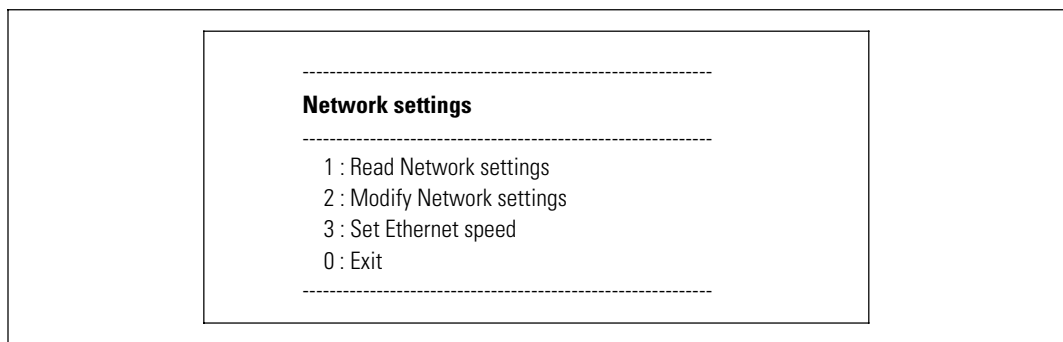

図 9. ネットワーク設定メニュー
- 1 メインメニューから、**2**とタイプし、**Enter**を押します。ネットワーク設定メニューが表示されます（図 9を参照）。